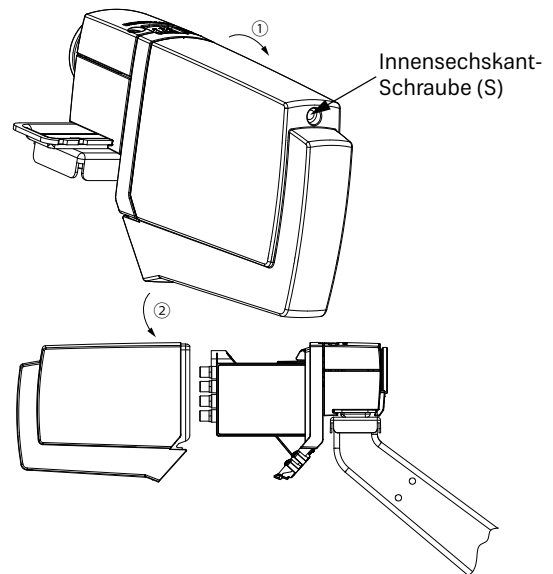

Abb. 3: Haube abnehmen
1. Innensechskant-Schraube (S) am hinteren Ende der Haube lösen, bis die Haube durch leichten Druck nach unten ① ausrastet und abgenommen werden kann ② (siehe Abb. 3).